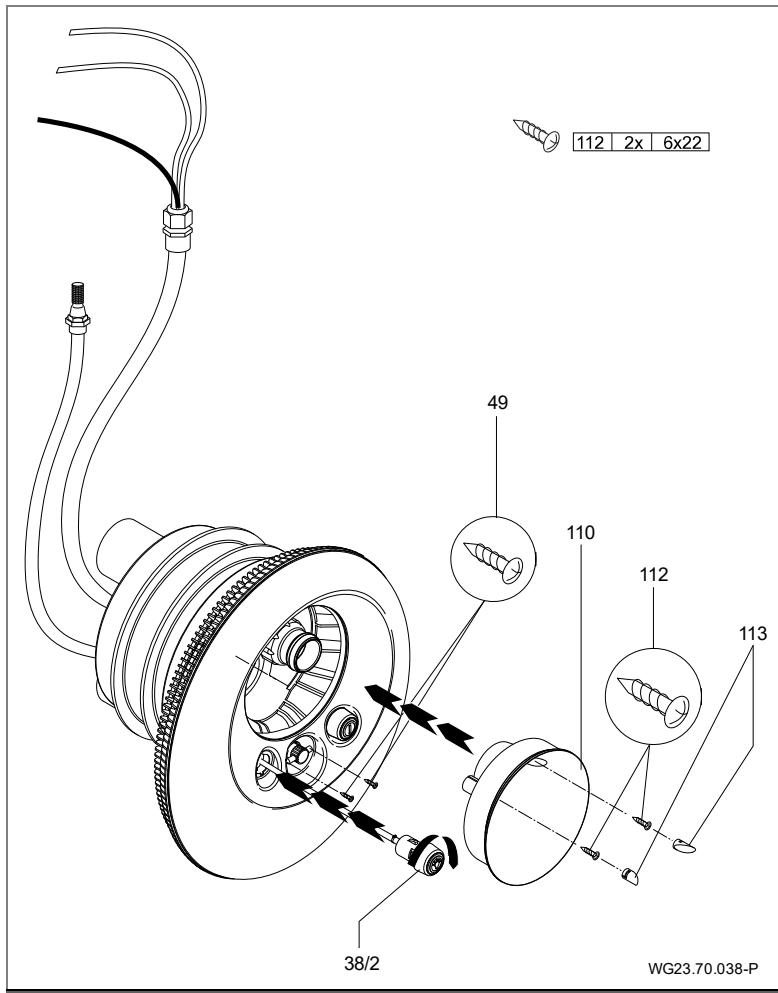

Fig. 20
8. Appliquer le cache en acier inoxydable (93) sur le boîtier d'aspiration (107) puis le fixer à l'aide des deux vis (49) sur le boîtier des buses. Passer les deux boutons pneumatiques à travers l'enjoliveur dans le corps de buse et les verrouiller en les tournant dans le sens des aiguilles d'une montre. (Fig. 20)
9. La fixation du capot de lumière (110) offre une fixation supplémentaire du cache en acier inoxydable (93). Pour ce faire, emboîter le capot de lumière (110) au-dessus de la
- buse sphérique (54) dans le boîtier des buses (102.1) puis le fixer à l'aide des deux vis (112). (Fig. 20)